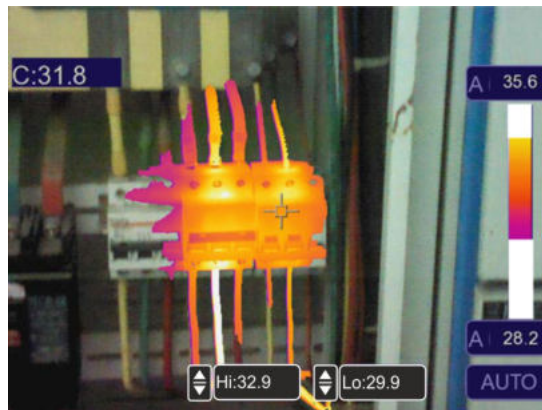

Fig. 43: Selezione Zona visibile
11. Toccare i campi "Hi" e "Lo" nella parte bassa del display e usare i tasti freccia ▲ o ▼ per impostare il valore della soglia di temperatura **massima** e **minima**. Lo strumento mostra come immagine radiometrica IR i punti con temperatura compresa tra la soglia "Lo" e la soglia "Hi" e come immagine visibile i punti con temperatura esterna a tale intervallo (vedere Fig. 43)